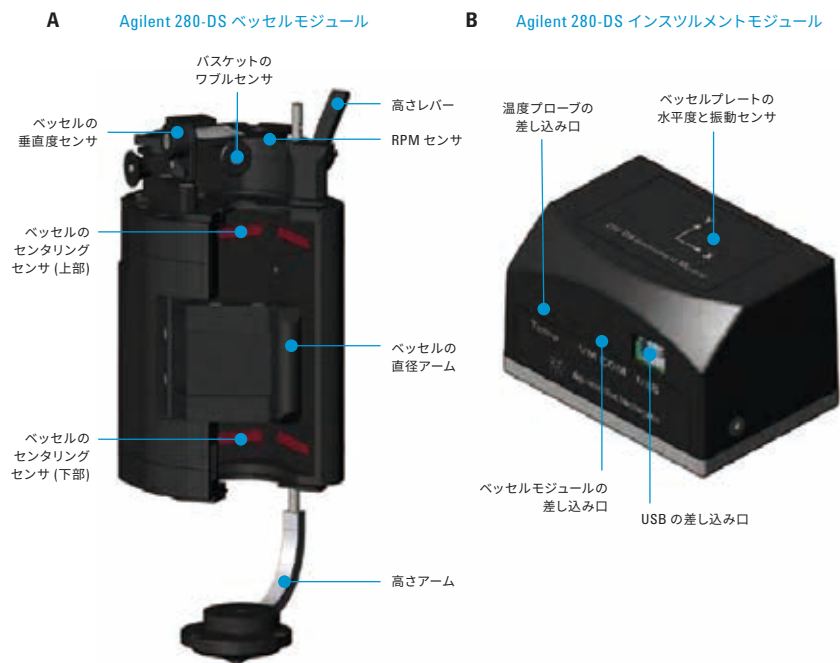

図 1. Agilent 280-DS MQS の 2 つの主要なモジュール: ベッセルモジュール (A) とインストゥルメントモジュール (B) およびそれぞれのパーツ、接続ポート、およびアクセサリ。
280-DS MQS は、ベッセルモジュール (VM) とインストゥルメントモジュール (IM) の 2 つの主なモジュールで構成されています (図 1)。VM は、回転速度、バスケットおよびシャフトのワブル、ベッセル/シャフトのセンタリング、シャフトの垂直度、ベッセルの垂直度、バスケット/パドルの高さを測定します。IM は、ベッセルプレートの水平度と振動を測定し、温度プローブ、VM、PC への接続のハブとしても動作します。各物理パラメータの測定は、調和合意された薬局方 (USP、EP、JP) および FDA/ASTM の拡張された機械的校正手順 (MQ) の要件に基づいて設計されています。